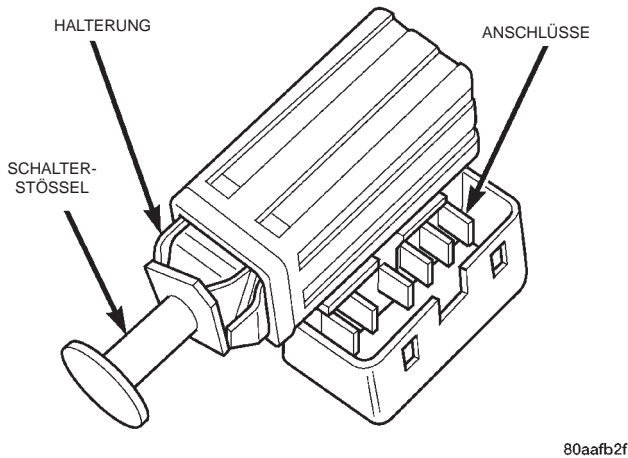

Abb. 19 Bremslichtschalter
- (1) Lenksäulenabdeckung und untere Verkleidung abnehmen, um den Schalter freizulegen (falls erforderlich).
- (2) Bremspedal ganz durchtreten.
- (3) Den Bremslichtschalter um etwa 30° gegen den Uhrzeigersinn drehen, um die Schalterhalterung zu entriegeln. Dann den Schalter nach hinten aus seiner Montagehalterung herausziehen.
- (4) Kabelbaumsteckverbinder vom Bremslichtschalter abziehen und den Schalter aus dem Fahrzeug herausnehmen (Abb. 19).